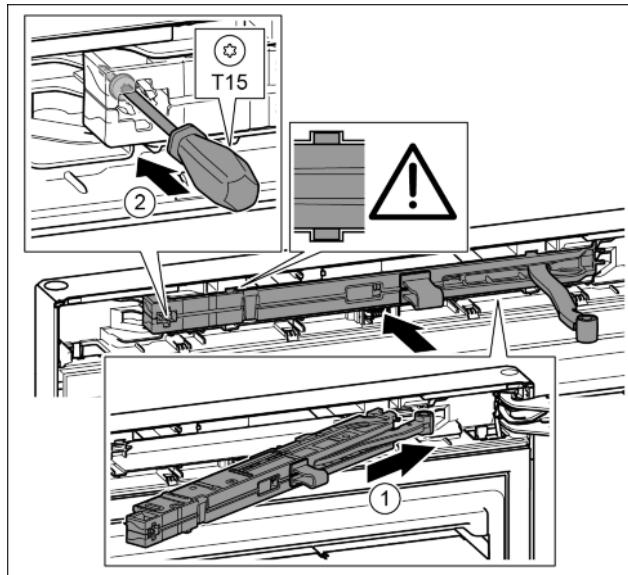

Fig. 48
- ▶ Gurnite jedinicu prigušivača zatvaranja na strani podloška ležaja do graničnika koso u otvor. Fig. 48 (1)
- ▶ Odvijačem T15 čvrsto pritegnite vijak. Fig. 48 (2)